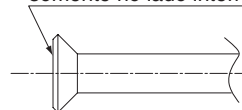

Fig. 5
- **Aplique óleo éter ou óleo de éster somente no lado interno da conexão cônica** e aperte a porca cônica com três ou quatro voltas, primeiro com as mãos no momento de conectar a porca cônica. (Consulte a Fig. 5)